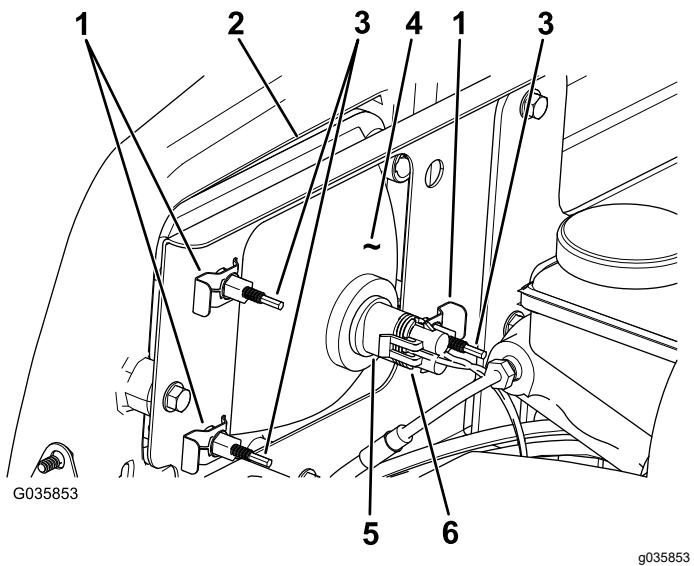

Рисунок 50
- Снимите фару в сборе, подавая ее вперед сквозь отверстие в переднем бампере (Рисунок 50).
- Вставьте новую лампу через отверстие в бампере (Рисунок 50).
- Подсоедините электрический соединитель жгута к соединителю лампы в сборе (Рисунок 50).
- Отсоедините электрический соединитель жгута проводов от соединителя лампы в сборе (Рисунок 50).
- Снимите скобы под саморез, которые крепят фару к кронштейну фары (Рисунок 50).
- В задней части узла передней фары поверните регулировочные винты (Рисунок 50), чтобы повернуть фару и изменить положение луча.